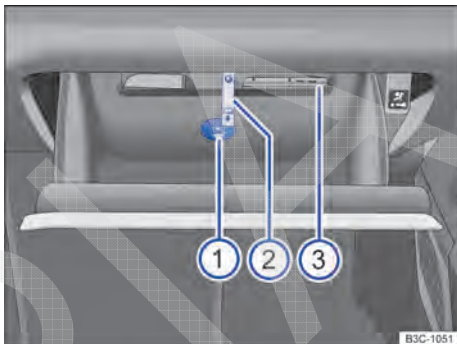

Fig. 144 Porta-luvas aberto.
O compartimento da literatura de bordo encontra-se no porta-objetos basculante superior ⇒ Fig. 144 ③.